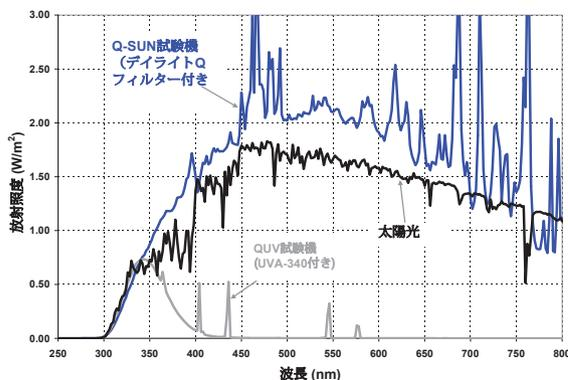

図1 - Q-SUNおよびQUV試験機 vs太陽光
Q-SUN (キセノンアーク) とQUV (蛍光UV) は、最もよく利用されている促進耐候試験機です。2つの試験機は、まったく異なるアプローチに基づいています。キセノン試験機は、紫外線 (UV)、可視光線、紫外線 (IR) を含む太陽光のスペクトル全体を再現します。キセノンアークとは、本来295 nm～800 nmの太陽光そのものをシミュレートする試みです (下図1を参照)。
一方QUV促進耐候試験機は、太陽光全体ではなく、300nm～400nmで発生する可能性のある太陽光の損傷効果のみを再現しようとします。これは、屋外に曝される耐久性のある素材の場合、短波UVが最も風化損傷を引き起こすという概念に基づいています (左図1)。